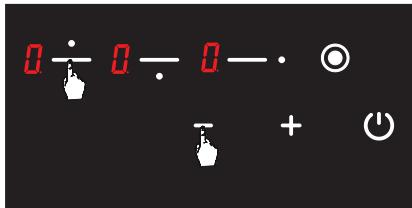

Рис. 18
2. Одновременно нажмите кнопку выбора левой верхней конфорки и кнопку минуса (см. Рис. 18). Вы услышите короткий звуковой. Затем поднимите пальцы с панели управления плиты.